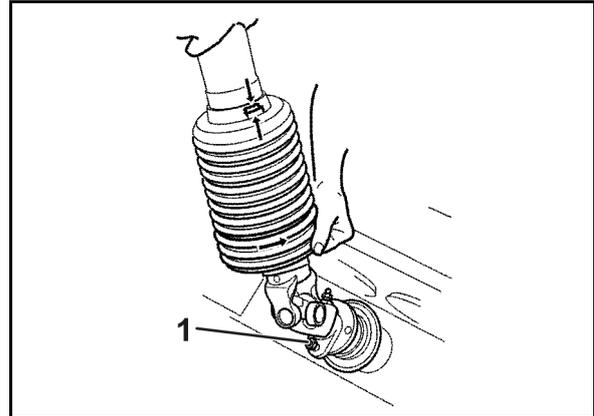

Fig. 89
1. Portare la protezione dell'albero cardanico in posizione di montaggio (Fig. 89).
Le viti sfuse in dotazione M8 x 30 A2-70 sono **viti di ricambio** (Fig. 89/1) per il fissaggio della forcella dell'albero cardanico sulla flangia dell'albero di ingresso del riduttore. Applicare sempre l'albero cardanico sull'albero primario del cambio con del grasso.